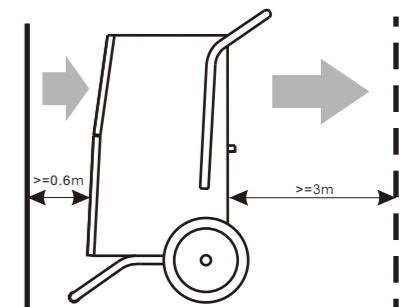

FIG .2
- Afin d'obtenir le meilleur rendement, respecter les distances minimales des murs proposées pour les côtés aspiration et éjection, à savoir 0,6 et 3 m (voir FIG.2).